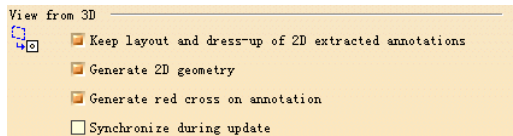

图 6-61
(5) View from 3D (3D 视图) 选项组 (如图 6-61 所示)